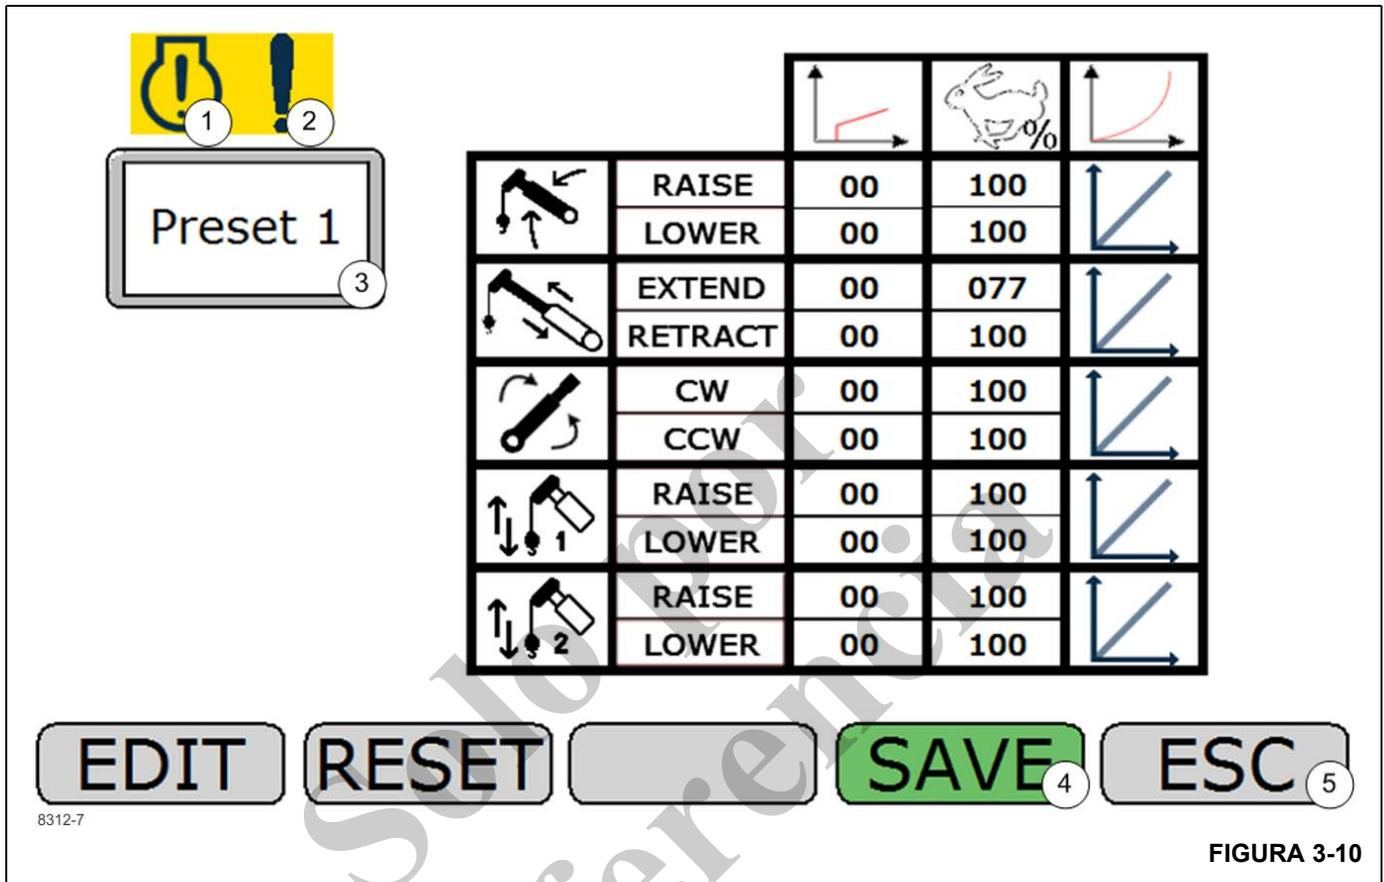

FIGURA 3-10
Vista 4 de modificación de preajustes (Figura 3-10)
**Indicador de falla de motor activa (1) (Figura 3-10)**